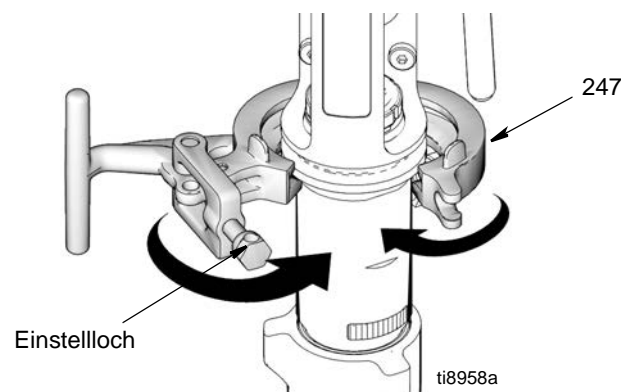

FIG. 22
3. (Abb. 22) Klammer (247) um die Pumpe (111) legen und zudrücken.